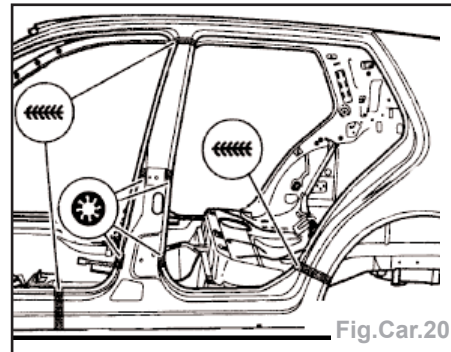

Fig.Car.20
- effectuer la soudure en bord à bord des zones d'accostage en cordon continu sous gaz de protection (Fig.Car.20),